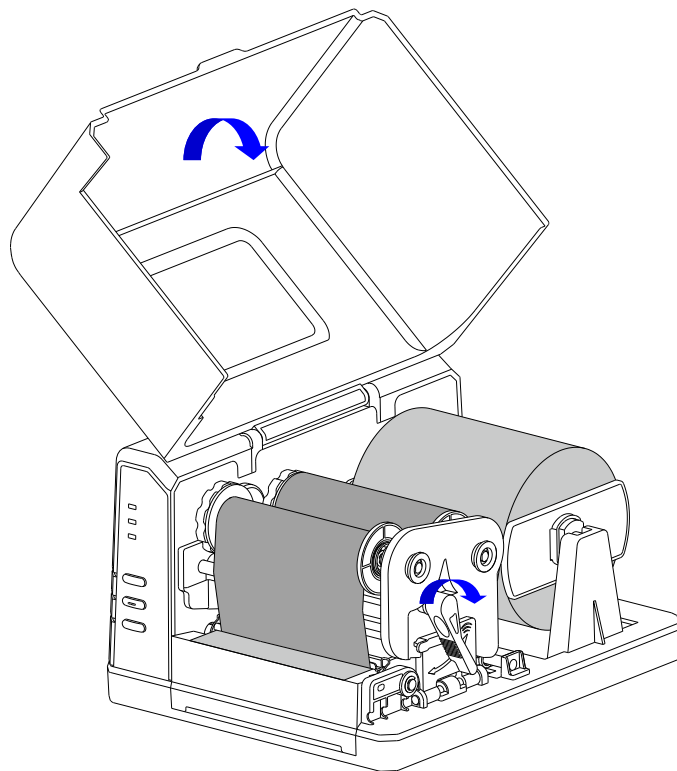

图 2-11
4. 扣上打印模组扣板，沿 CLOSE 方向旋紧手柄，合上打印机右盖，纸卷安装完成。如图 2-11 所示。